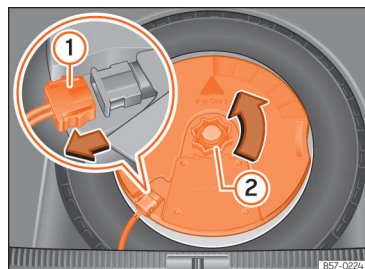

Fig. 183 Na bagageira: desmontar o subwoofer.
- Desligue o cabo do altifalante subwoofer »» Fig. 183 ①.
- Rode a rodinha de fixação no sentido contrário ao dos ponteiros do relógio »» Fig. 183 ②.